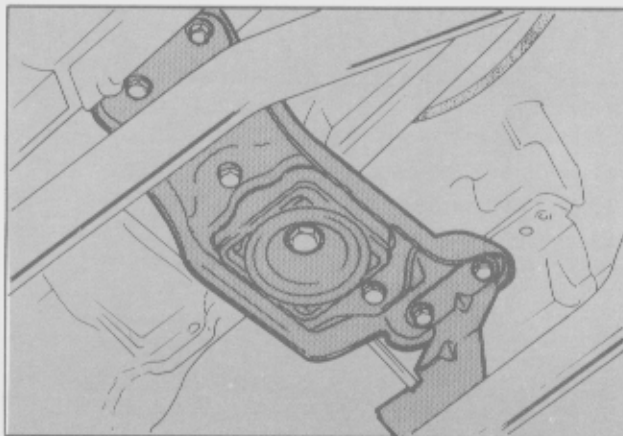

Fig. 4
- Elevar el motor hasta que la transmisión esté en su posición normal y fijar el soporte a la carrocería con los tornillos correspondientes (Fig. 4).